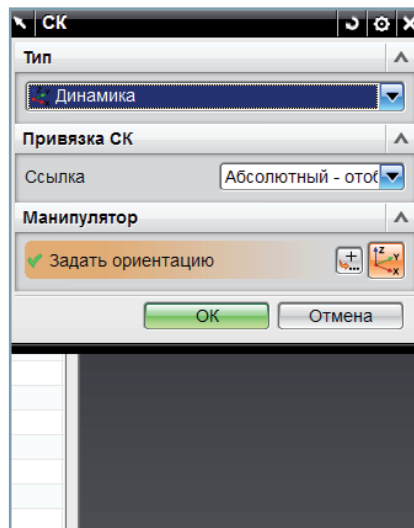

Рис. 1.20. Привязка СКС к 3D модели
- Если тип установлен **Динамика**, то в графической области СКС отобразится с динамическими маркерами, с помощью которых систему координат можно перемещать и переориентировать (рис. 1.20).